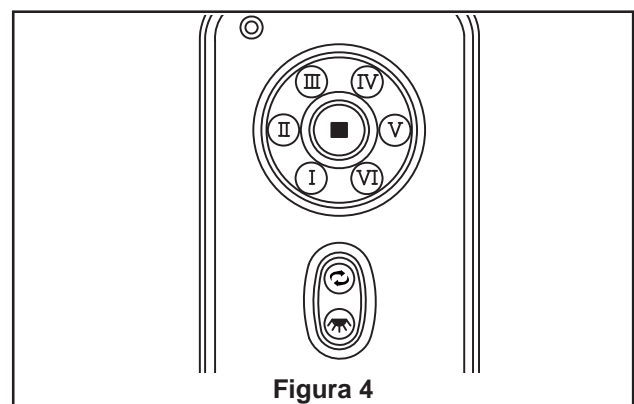

Figura 4
4. Introduzca la bombilla en la conexión. (Figura 4)
(Figura 4)